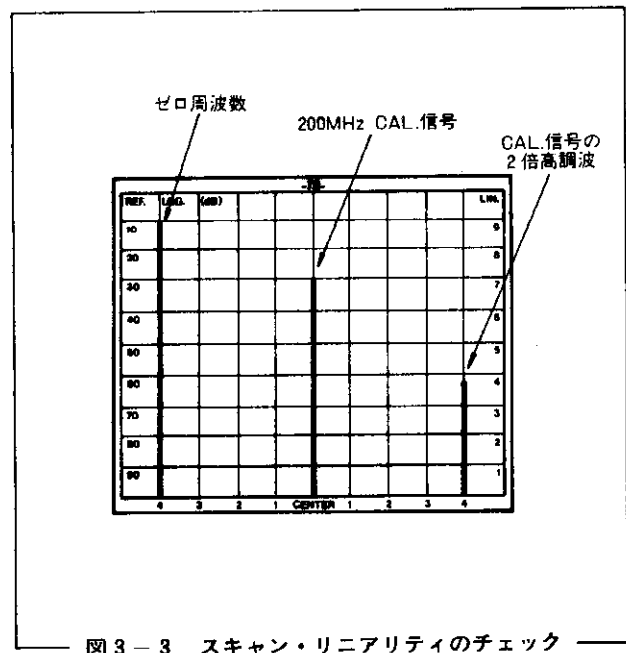

図3-3 スキャン・リニアリティのチェック
2. **TUNING** つまみを回してゼロ周波数を〔図3-3〕のように、CRTディスプレイの一番左から 1div. の垂直軸線上に合わせます。